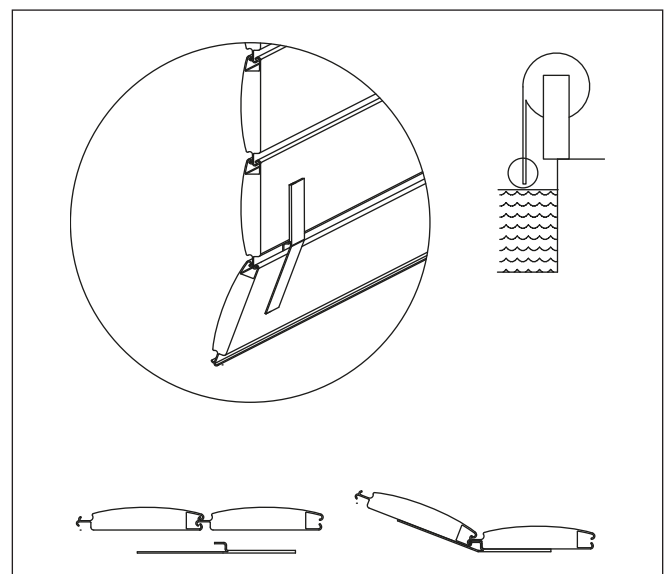

Abb. 30
5.5 Bügel zur Lamellenführung (Abb. 30)